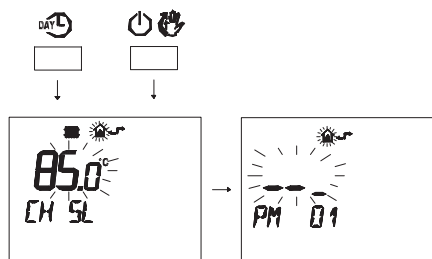

Figura 5.45
- Premere contemporaneamente i pulsanti DAY e C per entrare nella programmazione trasparente (Figura 5.45).